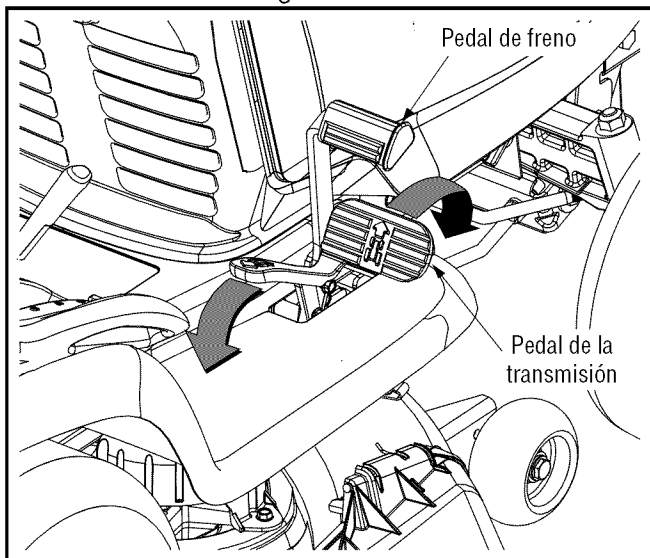

Figura 6
- Para conducir hacia delante, presione suavemente la parte superior del pedal de transmisión hacia delante hasta que se alcance la velocidad deseada. Vea la Figura 6.
transmisión con la bola de su pie (NO su talón) hasta que se alcance la velocidad deseada. Vea la Figura 6.